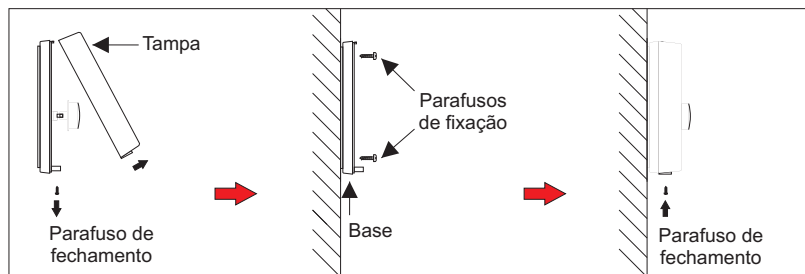

Figura 1
- Com a base fixada, conecte a bateria 9 V, prenda a bateria na base através da fita dupla face, encaixe a tampa e trave-a novamente com o parafuso de fechamento (Figura 1).